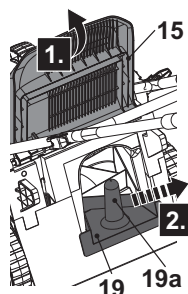

Fig. 16
2. Levante el mango (19a) para desenganchar el accesorio de trituración (19) de las ranuras del conducto de descarga trasero (18b) y seguidamente, retire el accesorio de trituración (19) (Fig. 16).